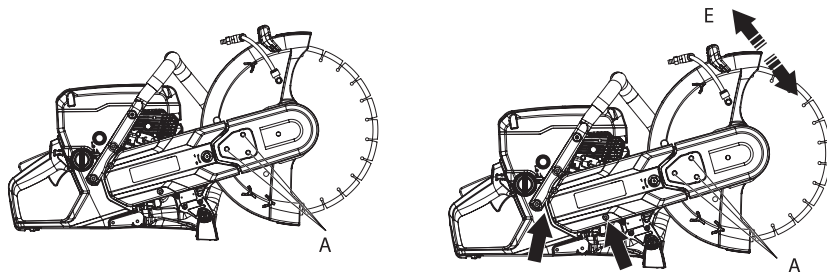

Рис. 19
1. Ослабьте три болта (А) на один оборот против часовой стрелки (рис. 19).
2. Покачайте защитный кожух (Е) вверх и вниз 3–5 раз, а затем затяните гайки (А) ключом (рис. 19).